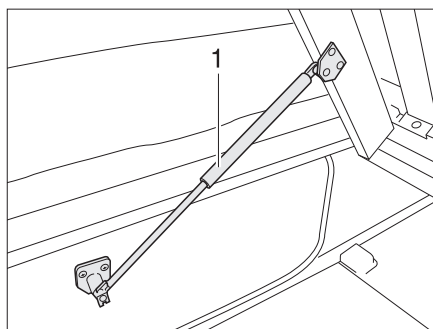

Fig. 66 Lit fixe
- Soulever le sommier à lattes. Les ressorts à pression de gaz (Fig. 66,1) maintiennent le sommier à lattes en position ouverte.